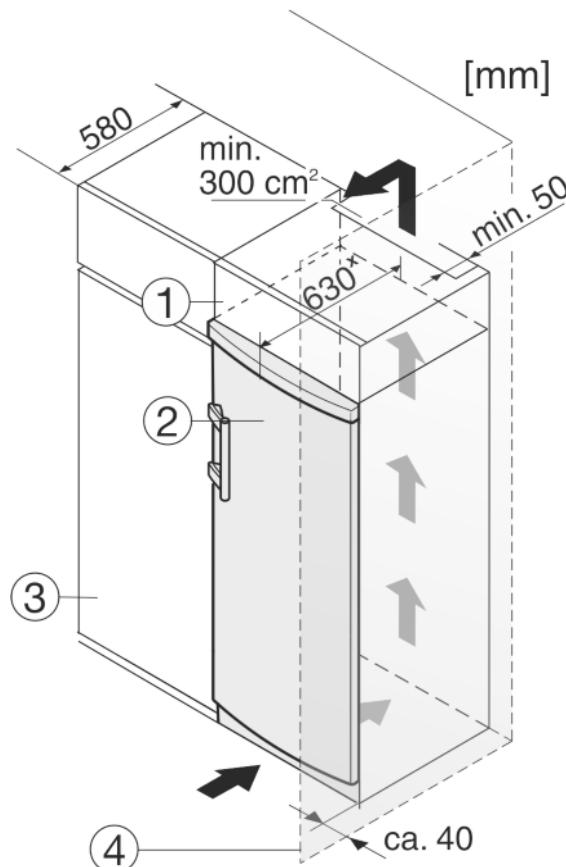

Fig. 10
Устройство может быть окружено предметами кухонной обстановки. Чтобы уравнять устройство Fig. 10 (2) по высоте с кухонной стенкой, можно установить над устройством соответствующий дополнительный шкафчик Fig. 10 (1).
При комбинировании с кухонными шкафами (глубина макс. 580 мм) устройство можно установить непосредственно рядом с кухонным шкафом Fig. 10 (3). Устройство выступает сбоку на 34 мм\* и по центру на 50 мм\* относительно передней стенки кухонного шкафа.
Если устройство установлено на шарнирах у стены Fig. 10 (4), то расстояние между устройством и стеной должно быть не менее 40 мм. Настолько выступает ручка при открытой дверце.